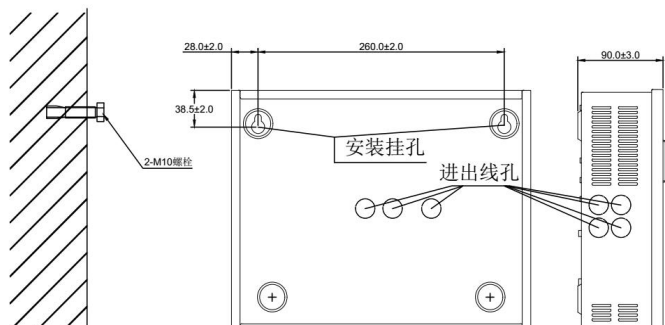

图 1 电源安装示意图 (单位：mm)
- 电源箱采用壁挂式安装，其安装示意图如图 1 所示。安装时机箱左右两侧散热窗至少各留出 100mm 空隙。
- 在需安装电源箱的墙壁相应位置处打 2 个 $\phi 12-14\text{mm}$ (参考膨胀套管外径) 的孔，如图 1 所示。